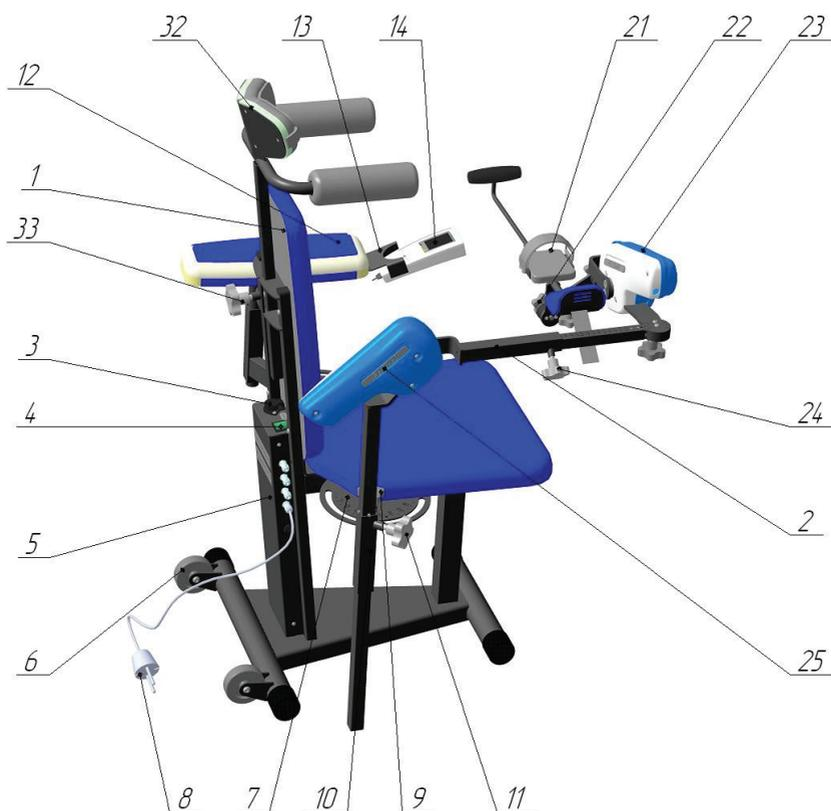
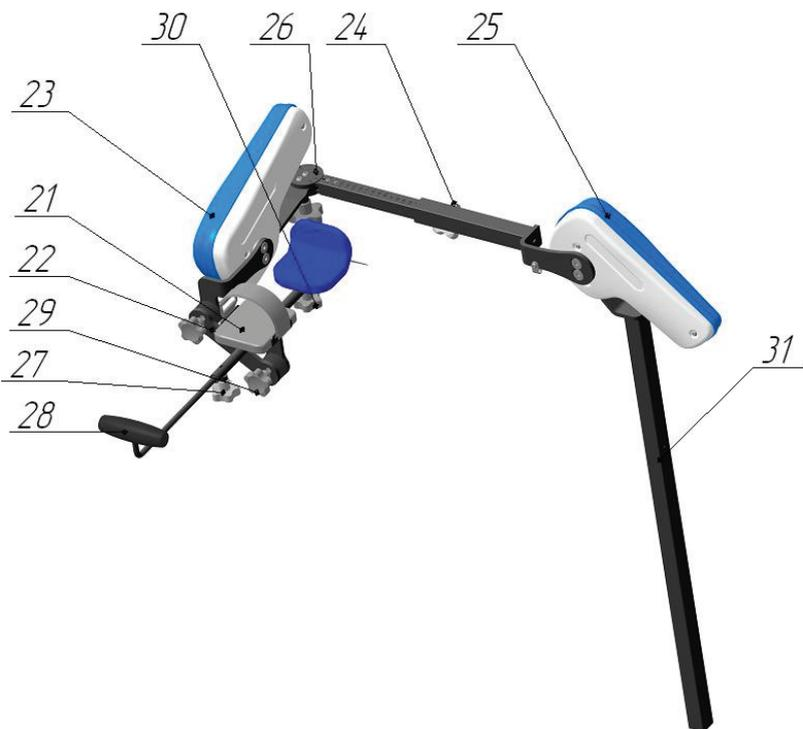

Рисунок 4.1 – Основные функциональные элементы Аппарата
Рисунок 4.2 – Основные функциональные элементы исполнительного механизма
4.2 Основные функциональные элементы Аппарата (см. рис.4.1, рис. 4.2):